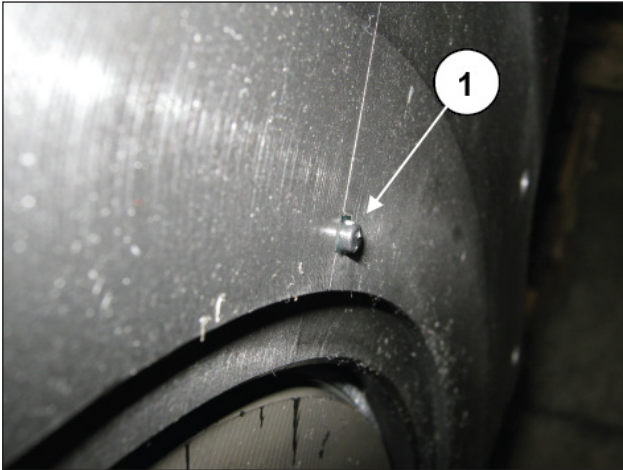

Abb. 115
Der Überstand der O-Ring-Dichtungen muss 2 mm betragen (Pos. ①, Abb. 115).